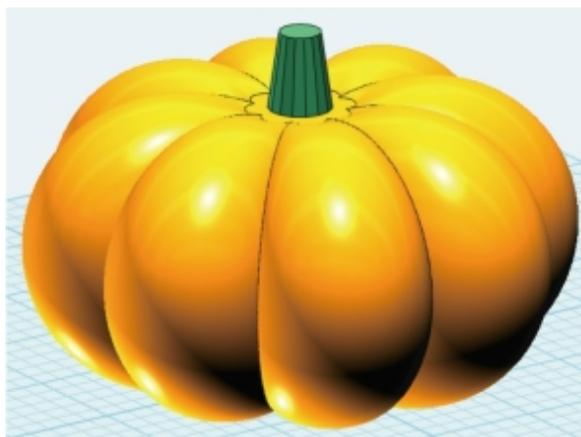

图7-3-19 改色效果
⑨更改模型颜色。单击  “颜色”，将瓜蒂部分颜色改为绿色，南瓜瓜身部分改为橙色，效果如图7-3-19所示。